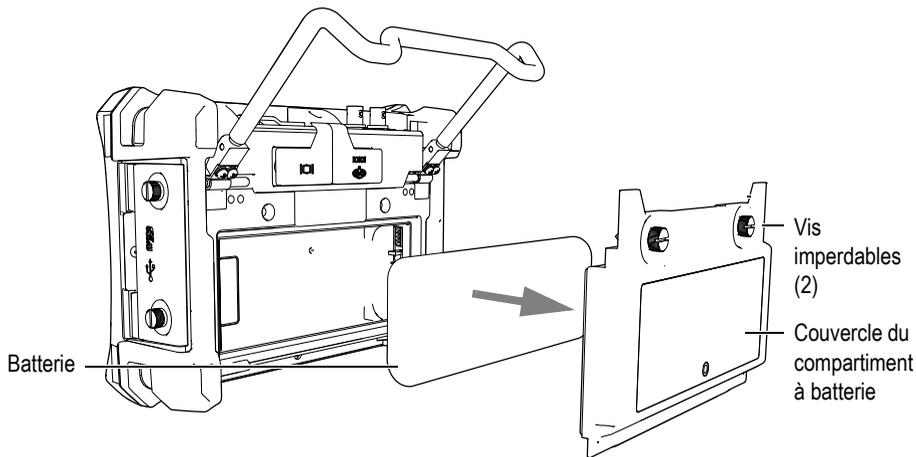

Figure 4-4 Ouverture du compartiment à batterie
La batterie se trouve dans le compartiment à batterie situé sur le panneau arrière de l'EPOCH 600 (voir la Figure 4-4 à la page 80).
2. Sur le panneau arrière de l'appareil, dévissez les vis imperdables qui retiennent le couvercle du compartiment à batterie (voir la Figure 4-4 à la page 80).